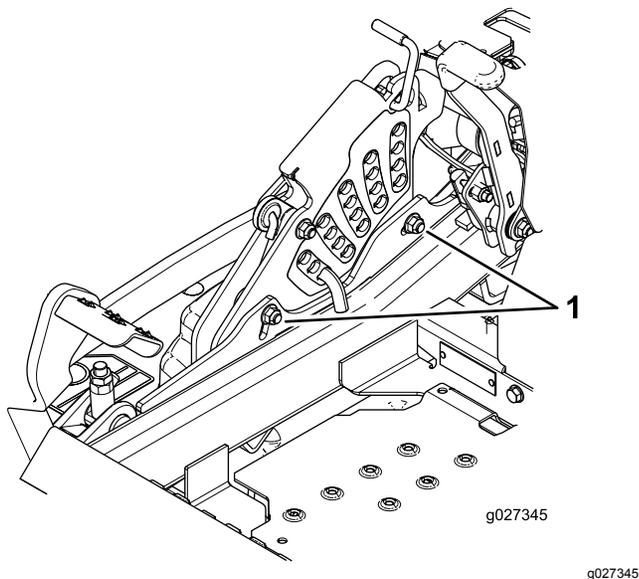

Figure 95
12. Pour régler le système monopoint, desserrez les deux boulons au bas de la plaque de hauteur de coupe. Voir Figure 95.
14. Serrez les 2 boulons au bas de la plaque de hauteur de coupe (Figure 95).